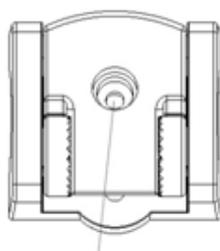

Рис.8
- 2) Когда окажется, что лучшее место для излучателя найдено, турель нужно отделать от державки и карандашом отметить третье отверстие (как на рис.8).